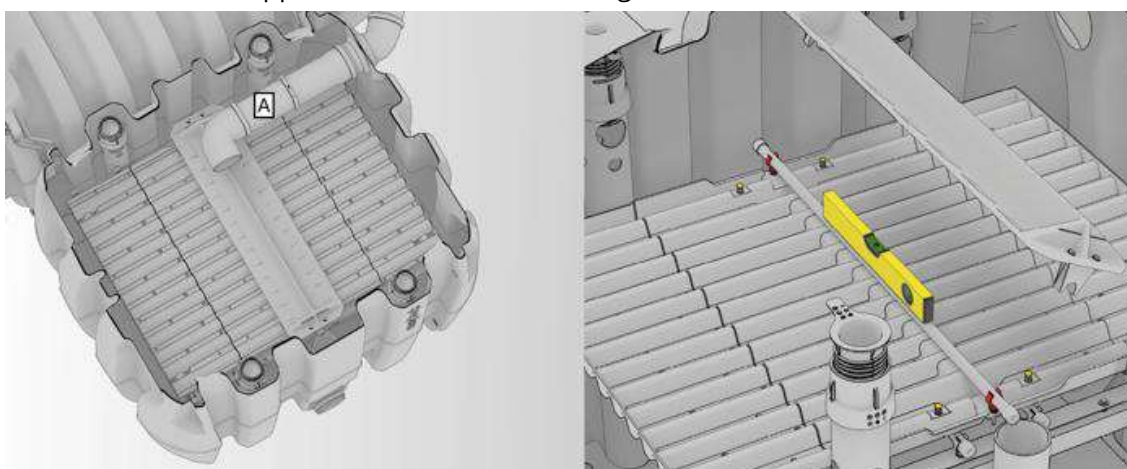

Fig. 56: Contrôler l'alignement de l'auget basculant et la planéité de son axe de support avec un niveau à bulles
1. Contrôler que le système de répartition est correctement aligné par rapport à la conduite de trop-plein (A).
- L'axe médian de l'auget basculant doit se trouver aligné sur la conduite de trop-plein (A).
- Si nécessaire, ajuster la position de la conduite de trop-plein (A).
3. Poser un niveau à bulle dans le sens transversal sur l'axe de support de l'auget basculant (voir Fig. 56).